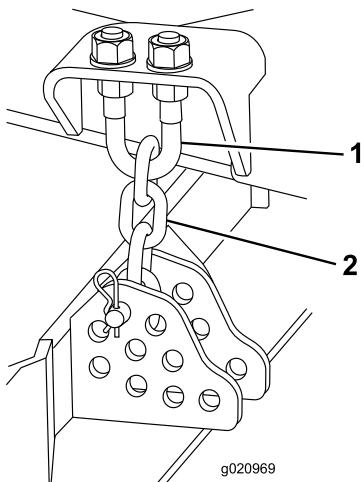

Figura 105
1. Afloje las contratuerzas de la parte superior o inferior del perno en U de la cadena de altura de corte (Figura 105).